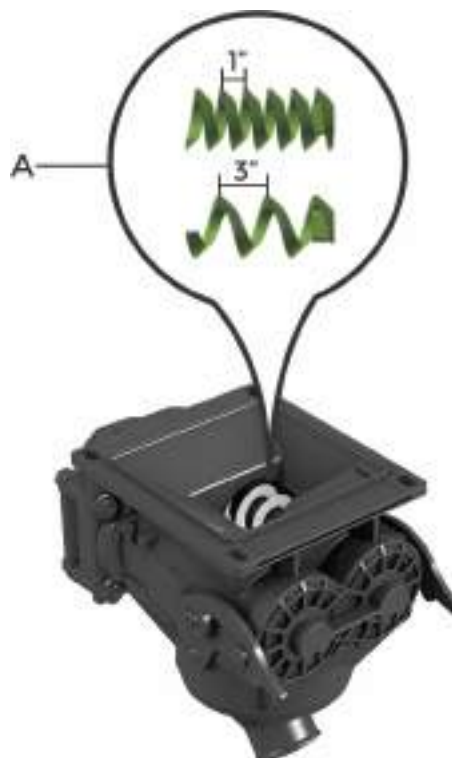

fig. 39
A regulação da quantidade de fertilizante em kg/ha é realizada através das roscas sem-fim, de passo 1" e 3" (A) (fig. 39) montadas no dosador TOPLANTING e do recâmbio das rodas dentadas da transmissão.